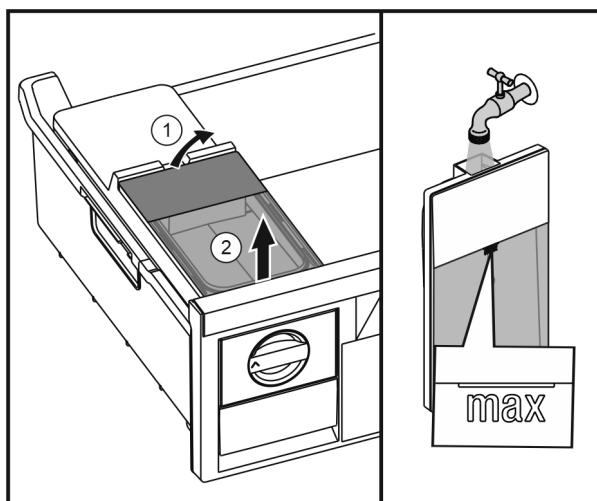

Fig. 31
- Повдигнете резервоара за вода отзад Fig. 31 (1) и извадете нагоре Fig. 31 (2).